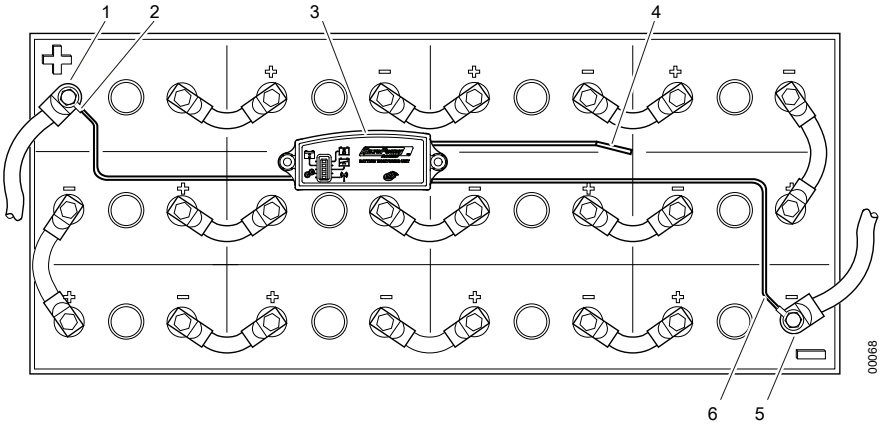

Fig. 1 Access™ BMU installed on the battery
- 4 Batarya izleme biriminin kırmızı kablosunu (Fig. 1 poz 2) bataryanın artı ucuna bağlayın (Fig. 1 poz 1).
2. Mıknatıslı anahtar üzerine mıknatısı tutun ve kırmızı kabloyu (Fig. 1 poz 2) bataryanın artı kutbundan bağlantısını keserek ve tekrar bağlayarak batarya izleme birimini yeniden başlatın.